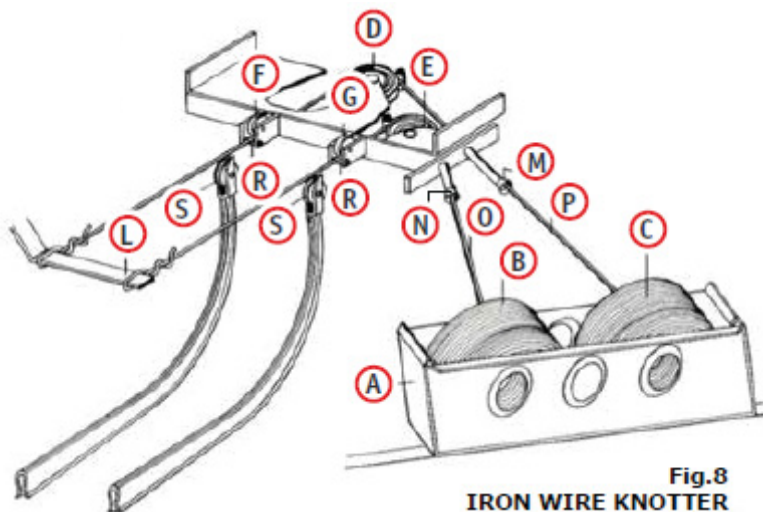

Fig.8
- ANUDADOR DE ALAMBRE (Fig. 8). Las poleas D,E, F y G están dañadas o bloqueadas, los bujes (M) y (N) están gastados. Por favor remplace todos los componentes dañados.